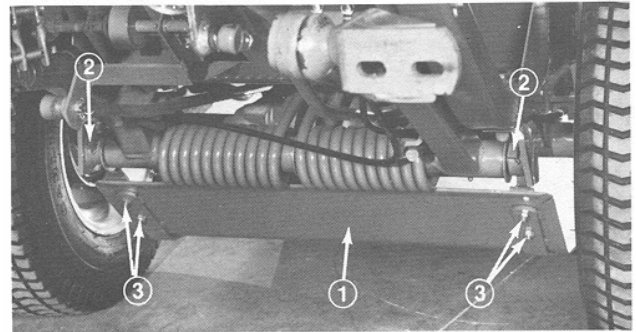

Bild 7
5. Befestigen Sie die mittlere Schutzvorrichtung mit 2 Sicherungsmuttern (5/16 Zoll) an jeder Seite der Schutzvorrichtungshaken (Bild 7).